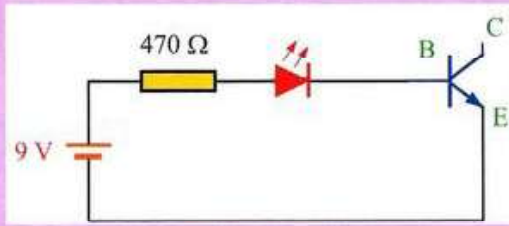

Figura 9.4.
- Localiza un transistor NPN en el compartimento de componentes del entrenador didáctico, por ejemplo el SC 107 y monta el circuito de la Figura 9.4 mediante un diodo LED conectado en serie con una resistencia de 470Ω y alimenta el conjunto por una pila o fuente de alimentación de 9 V.